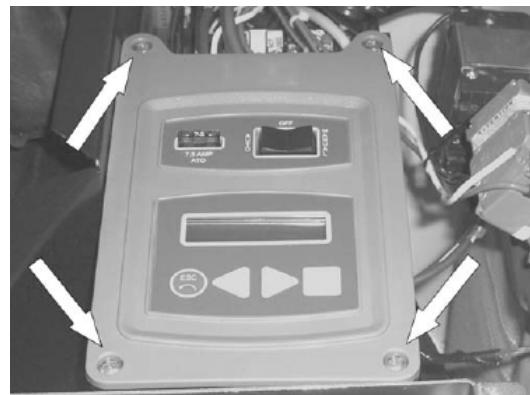

Рисунок 3.
2. Снять контроллер: с помощью отвертки фирмы Phillips (Филлипс) открутить четыре (4) крепежных винта с контроллера. Смотреть рисунок 3.